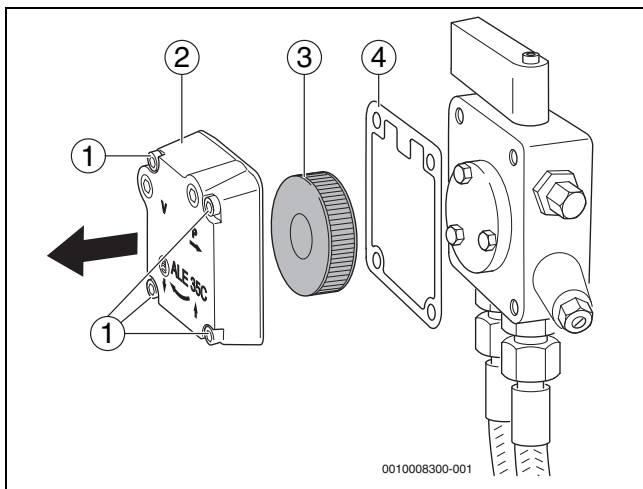

Рис. 30 Проверка фильтра – топливный насос Suntec
- ▶ Отверните четыре винта с внутренним шестигранником (→рис. 30, [1]).
- ▶ Снимите крышку корпуса (→рис. 30, [2]).
- ▶ Выньте фильтр топливного насоса (→рис. 30, [3]).
- ▶ Проверьте уплотнение и замените его при наличии повреждений (→рис. 30, [4]).
- ▶ Очистите промывочным бензином фильтр топливного насоса (→рис. 30, [3]), если требуется замените его и установите в топливный насос.